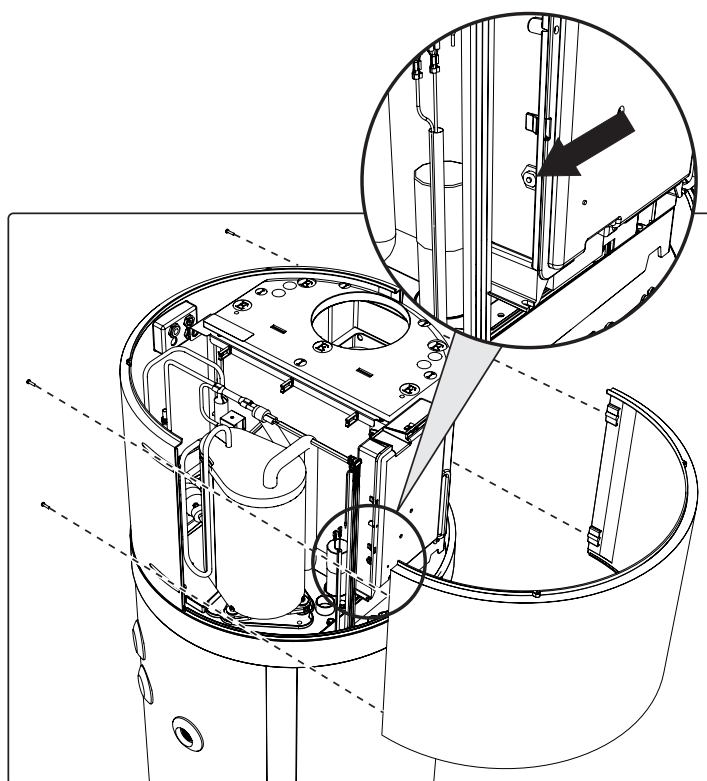

fig. 48- Extracción del panel frontal
- Retire el panel frontal y restablezca manualmente el termostato de seguridad accionado (fig. 48). En caso de accionamiento, el pasador central del termostato sobresaldrá unos 2 mm.